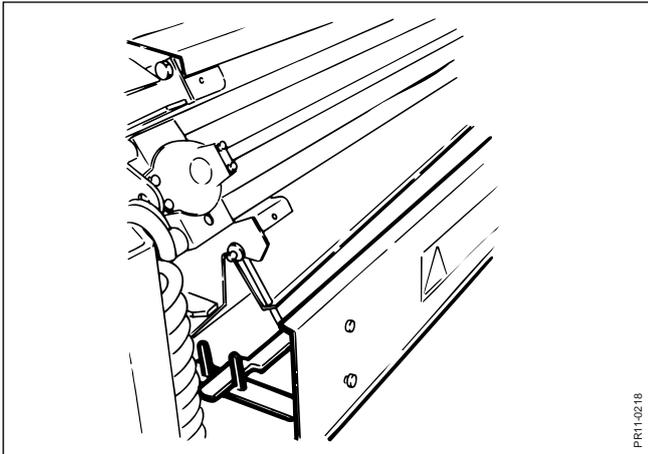

Fig. 4.12
- Fig. 4.12** 1. Retirer la plaque derrière l'affûteur.